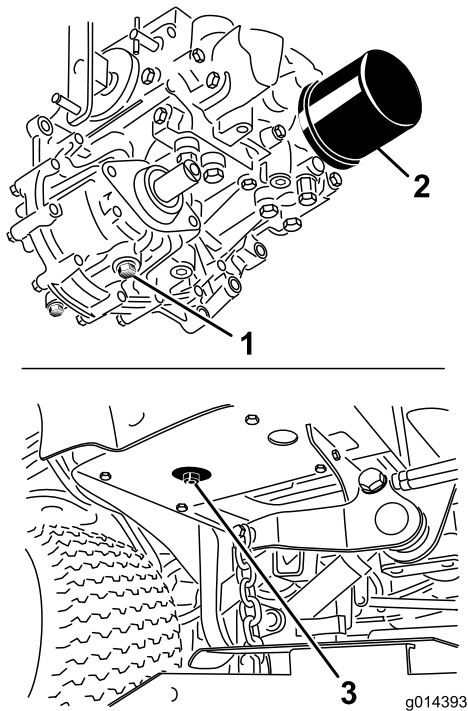

Figure 54
3. Placez un grand bac de vidange sous le réservoir hydraulique et le carter de transmission, et enlevez les bouchons pour vidanger tout le liquide hydraulique (Figure 54).
4. Nettoyez la surface autour du filtre à huile hydraulique et enlevez le filtre (Figure 54).